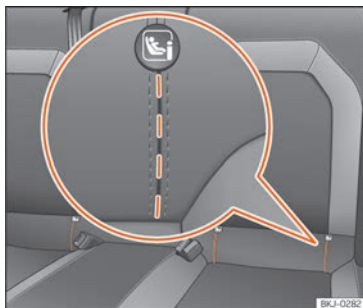

Fig. 24 Banco traseiro: ranhuras recortadas para aceder aos anéis de fixação ISOFIX/iSize.
guns veículos, os anéis estão fixos à armação do banco e noutros ao piso traseiro. Os anéis «ISOFIX» estão situados entre o encosto e o assento do banco traseiro » **Fig. 24**. Os anéis Top Tether estão situados na zona pos-
- Proceda previamente à abertura manual do recorte situado atrás das ranhuras marcadas para ter acesso às argolas de fixação »» **Fig. 24.**